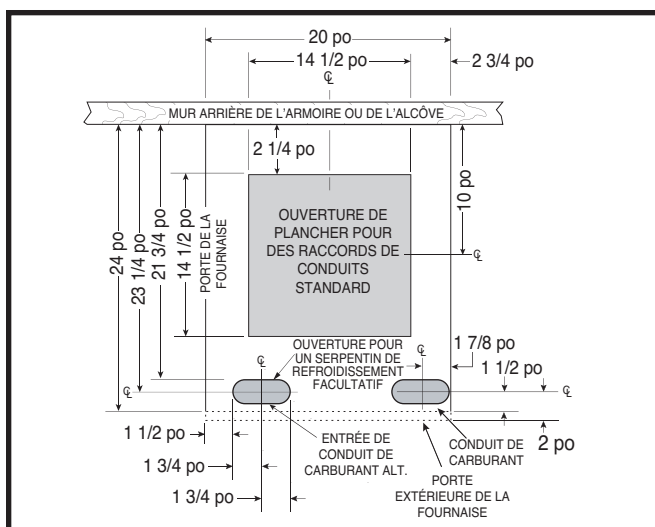
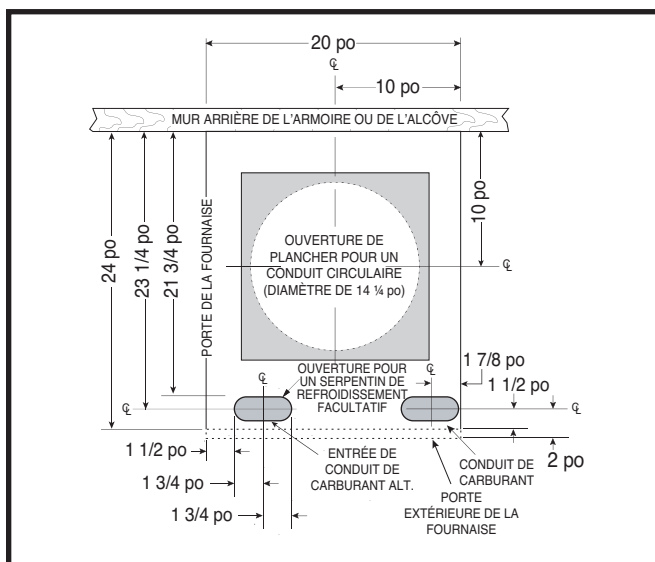

Figure 7. Dimensions du trou pour les raccords de conduits standard
Figure 8. Dimensions du trou pour les raccords de conduits circulaires
Les ouvertures dans le plancher et dans le conduit de carburant doivent être positionnées soigneusement pour prévenir les erreurs d'alignement entre la fournaise et les conduites d'aération. Pour positionner les conduits standard, consultez la Figure 7 \(page 8\). Pour les conduits circulaires, consultez la Figure 8 \(page 8\).
- En utilisant la ligne centrale comme point de départ, tracez le reste du trou pour les conduits en fonction des dimensions montrées dans la Figure 7 ou la Figure 8.
6. Mesurez et percez un trou de gaz et une ouverture pour le serpentín de refroidissement (s'il y a lieu). Consultez la Figure 7 ou la Figure 8.